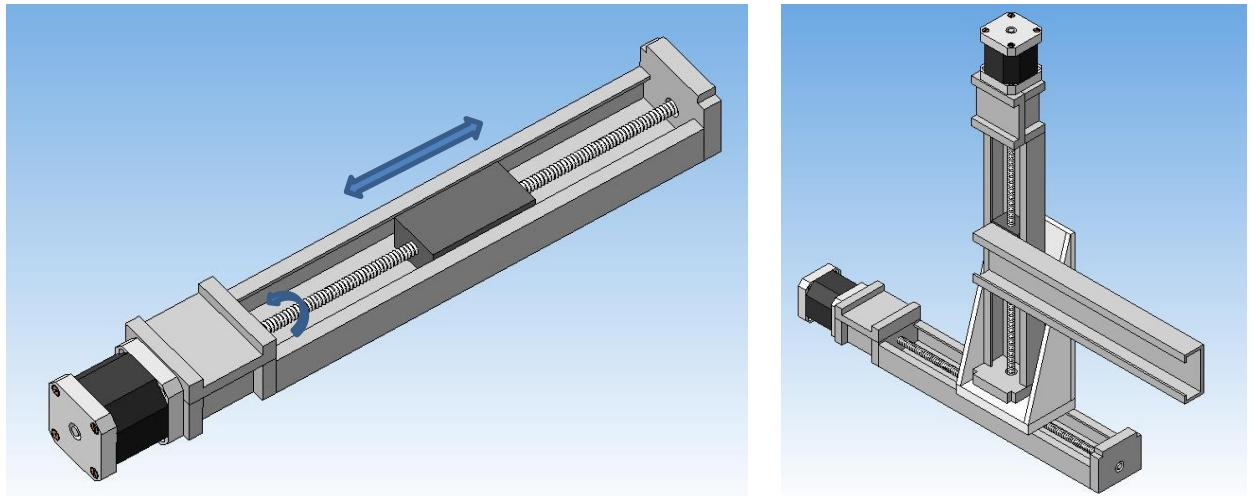

Рисунок 18. Транслятор и система двухкоординатного сканирования.
**Транслятор** предназначен для перемещения закрепленного на нем объекта в одной или нескольких плоскостях. Транслятор, изображенный на рис.18, перемещает подвижную площадку в одном выделенном направлении путем осуществления червячной передачи от шагового двигателя.
Шаговые двигатели входят в состав трансляторов, закрепленных так, как было показано на рис.18, образуя горизонтальную и вертикальную оси сканирования.